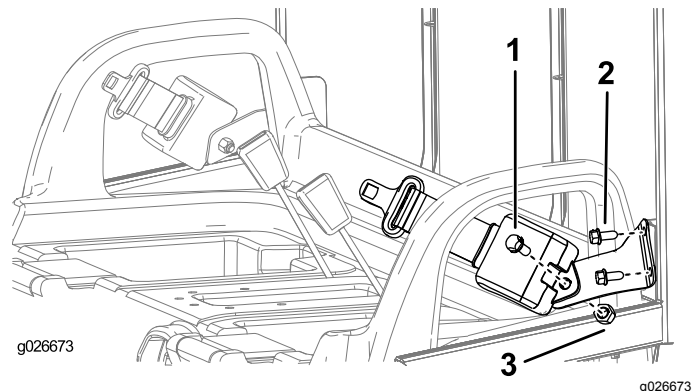

Figura 7
1. Montate una staffa della cintura di sicurezza su ciascuna linguetta del sistema di protezione antiribaltamento con 2 bulloni ($\frac{3}{8}$ " come illustrato in Figura 7.
3. Montate l'estremità retrattile di ciascun gruppo della cintura di sicurezza su ciascuna staffa di ancoraggio della cintura di sicurezza con un bullone (7/16" e un dado (7/16"), come illustrato in Figura 7.